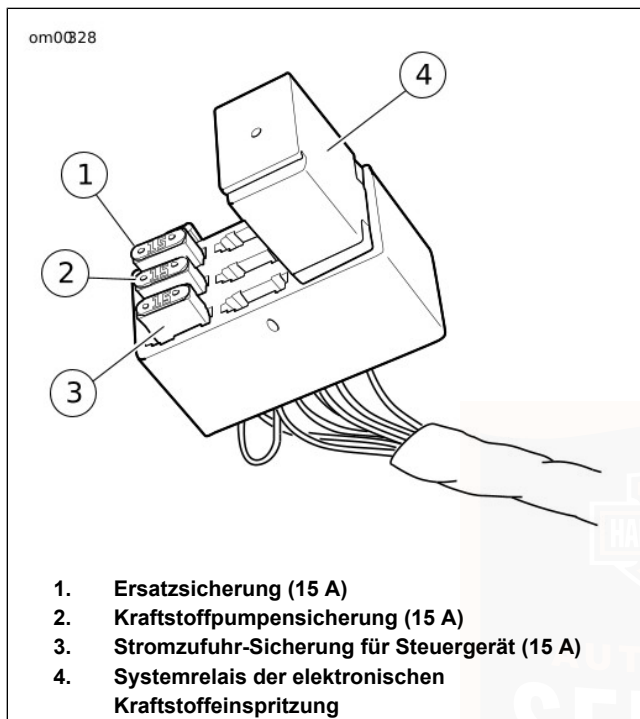

Abbildung 74. Sicherungsblock der elektronischen Kraftstoffeinspritzung
4. Siehe Abbildung 74. Die Sicherungen aus den Schlitten im Sicherungsblock ziehen und auf Schäden prüfen. Die Sicherung austauschen, wenn der Schmelzeinsatz durchgebrannt oder gebrochen ist. Kfz-Sicherungen des Typs ATO verwenden.
1. Siehe Abbildung 74. Die Sicherung in den entsprechenden Schlitz einführen.